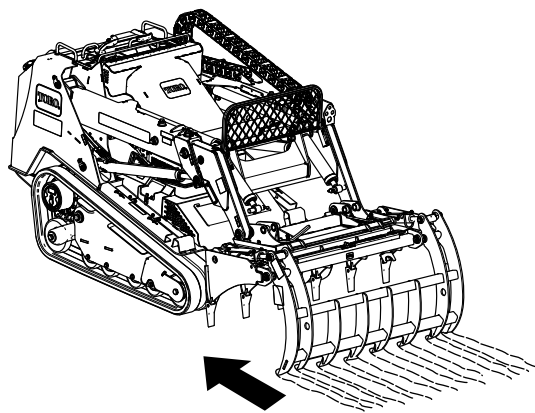

Рисунок 5
2. Ведите машину задним ходом. Чтобы сгребать отдельные палки и прочий мусор, который затем можно будет захватить челюстями, установите зубья на землю. Чтобы проложить борозды в земле и разрыхлить дерн, введите зубья в землю (Рисунок 5).